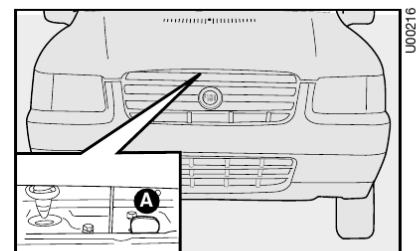

fig. 67
- 2) empurrar a trava A-fig. 67.